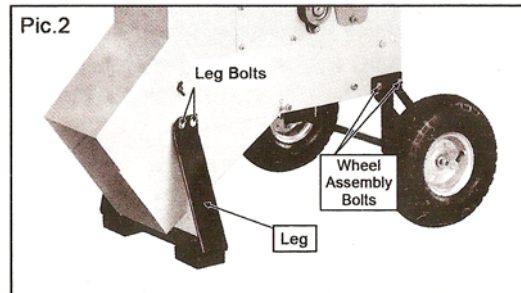

Рис. 2 Крепление стойки
1. Переверните веткоизмельчающую машину и выверните четыре болта, показанные на **Рис. 2**. НЕ переворачивайте веткоизмельчающую машину, если она заправлена маслом и топливом. Это приведёт к вытеканию масла и топлива.